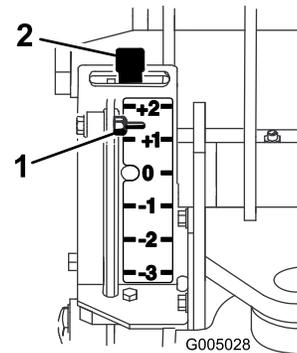
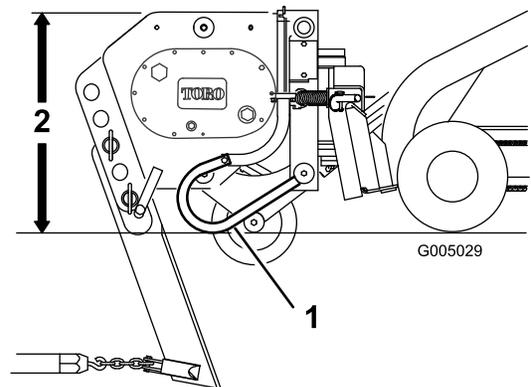

图 7
图 8
5. 完全向后倾斜安装板使犁的顶部与地面平行 图 8。
量规位于犁面向主机的左侧。杆组件从量规延伸到地面 图 8。升起犁时量规上的指示器向下移动。量规上的标记显示了比您的犁地最大深度少或多几英寸 图 7。量规读数为 +2 到 -3。量规上的 +2 表示在裸露表面以下 5.0cm 量规上的 -3 表示在裸露表面以上 7.6cm。量规上的 0 表示未对刀片深度进行偏移。